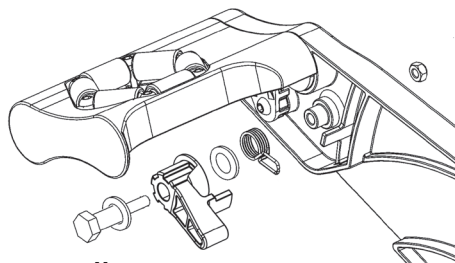

Рис. 18
1. Снять гайку крепления защелки (рис. 18).